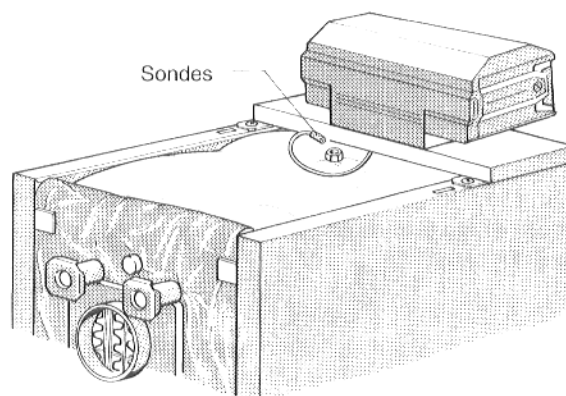

Fig. 12
- Introduire les sondes dans le doigt de gant jusqu'en butée (fig. 12).